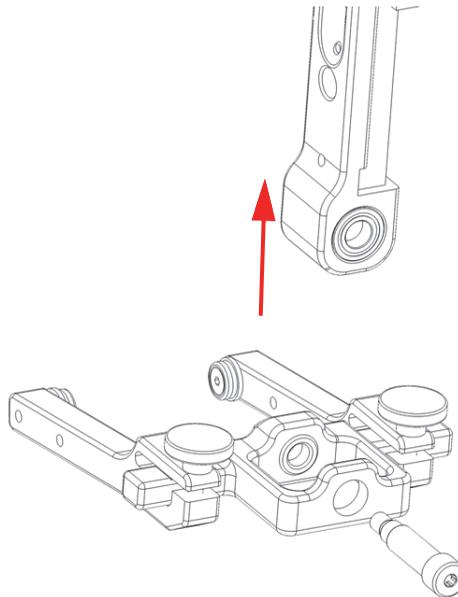

Figura 5-4 Rimozione della rotaia del braccio con meccanismo a molla
2. Fare scorrere la rotaia dei bracci con meccanismo a molla al di fuori della traversa rotante della staffa (Figura 5-4 a pagina 83).